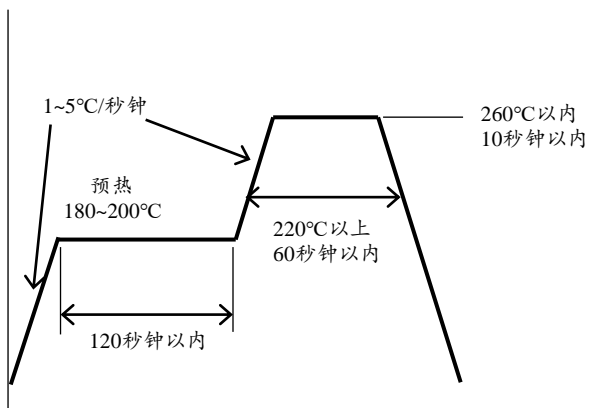

图8. 回流焊条件 (日亚推荐)
- 2) 关于回流焊温度曲线，应该在参考图8的基础上，根据使用的焊料进行设定。